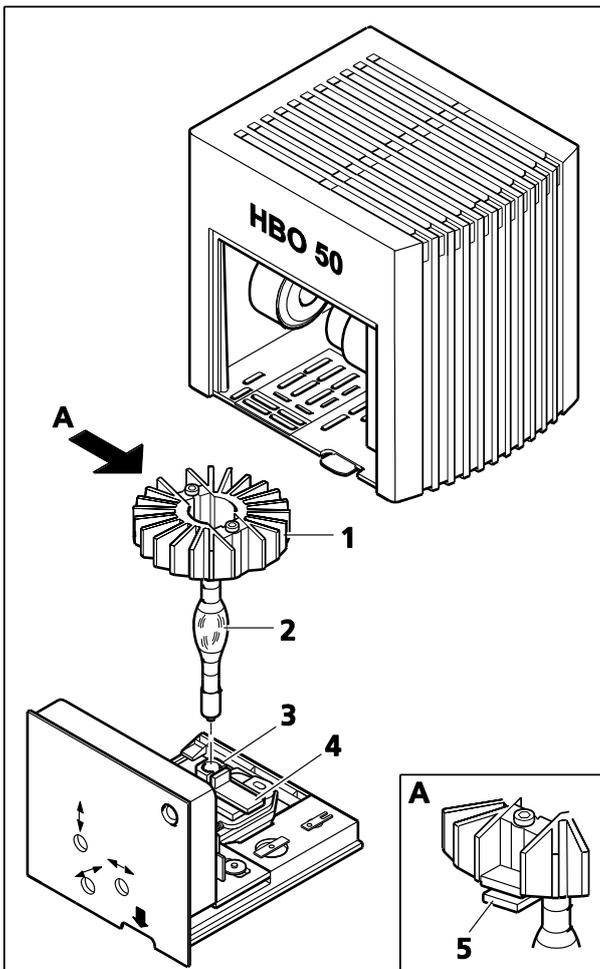

图 3-22 更换燃烧器
- 按下散热器的弹簧杆（图 3-22/5），向上拉动散热器（图 3-22/1），使其脱离插入的模型或用过燃烧器（图 3-22/2），然后小心将其放下。
- 按下弹簧杆（图 3-22/4），从灯座（图 3-22/3）向上拔出模型或燃烧器（图 3-22/2）。松开弹簧杆。
- 重新按下弹簧杆（图 3-22/4），将燃烧器插入灯座（图 3-22/3）。确保在进行此操作时不要接触到燃烧器的玻璃灯泡。松开弹簧杆。
- 按下散热器的弹簧杆 (图 3-22/5)，然后将散热器 (图 3-22/1) 放在燃烧器上。
- 确认安装正确，并松开弹簧杆 (图 3-22/5)。